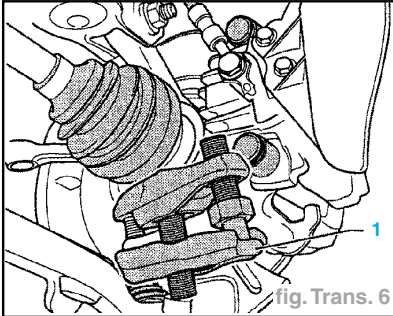

fig. Trans. 6
- Dévisser l'écrou à tôle de la rotule (1) comme représenté sur la figure et extraire la rotule (fig. Trans. 6).